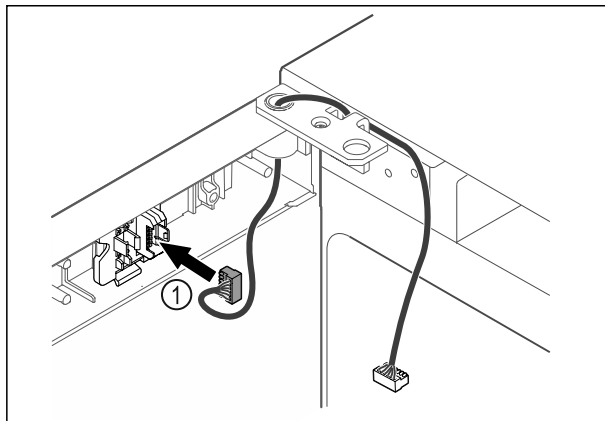

Fig. 56
- ▶ Stecker Fig. 56 (1) in Steckerhalterung einstecken.